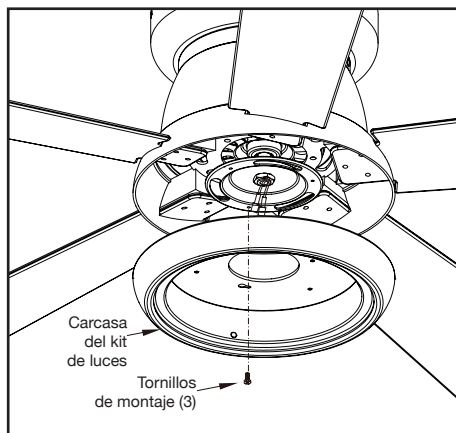

Figura 11
1. Afloja, pero no quites, dos de los tres tornillos de montaje del conjunto motor-ventilador; retira un tornillo de montaje. (Figura 11)
2. Empuja la carcasa del kit de luces hasta el conjunto motor-ventilador de manera que las cabezas de los dos tornillos aflojados encajen en las ranuras tipo ojo de cerradura. Gira el conjunto del kit de luces hacia la derecha y aprieta los tornillos. Vuelve a instalar el tornillo que retiraste en el paso 1 y apriétalo firmemente. (Figura 11)